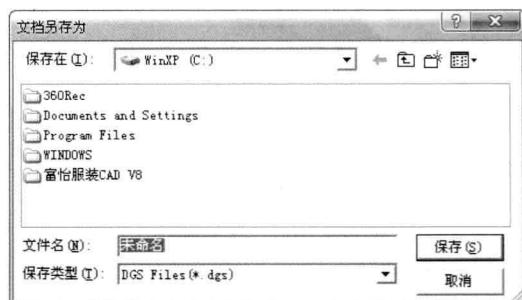
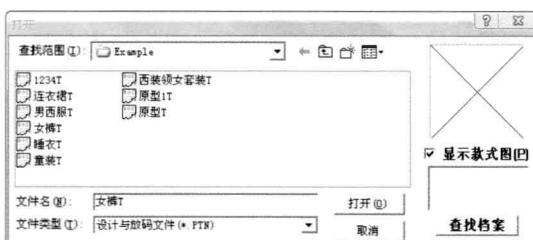

图2-1
图2-2
**步骤1:**假设文件保存在G盘,将光标移至菜单栏“G”文件处,单击鼠标左键,弹出下拉式菜单,见图2-1。在“文件”下拉菜单中,左键单击“打开已有样片文件”选项,或直接用鼠标左键单击命令按钮栏上的“打开”按钮,屏幕弹出打开文件对话框,见图2-2。